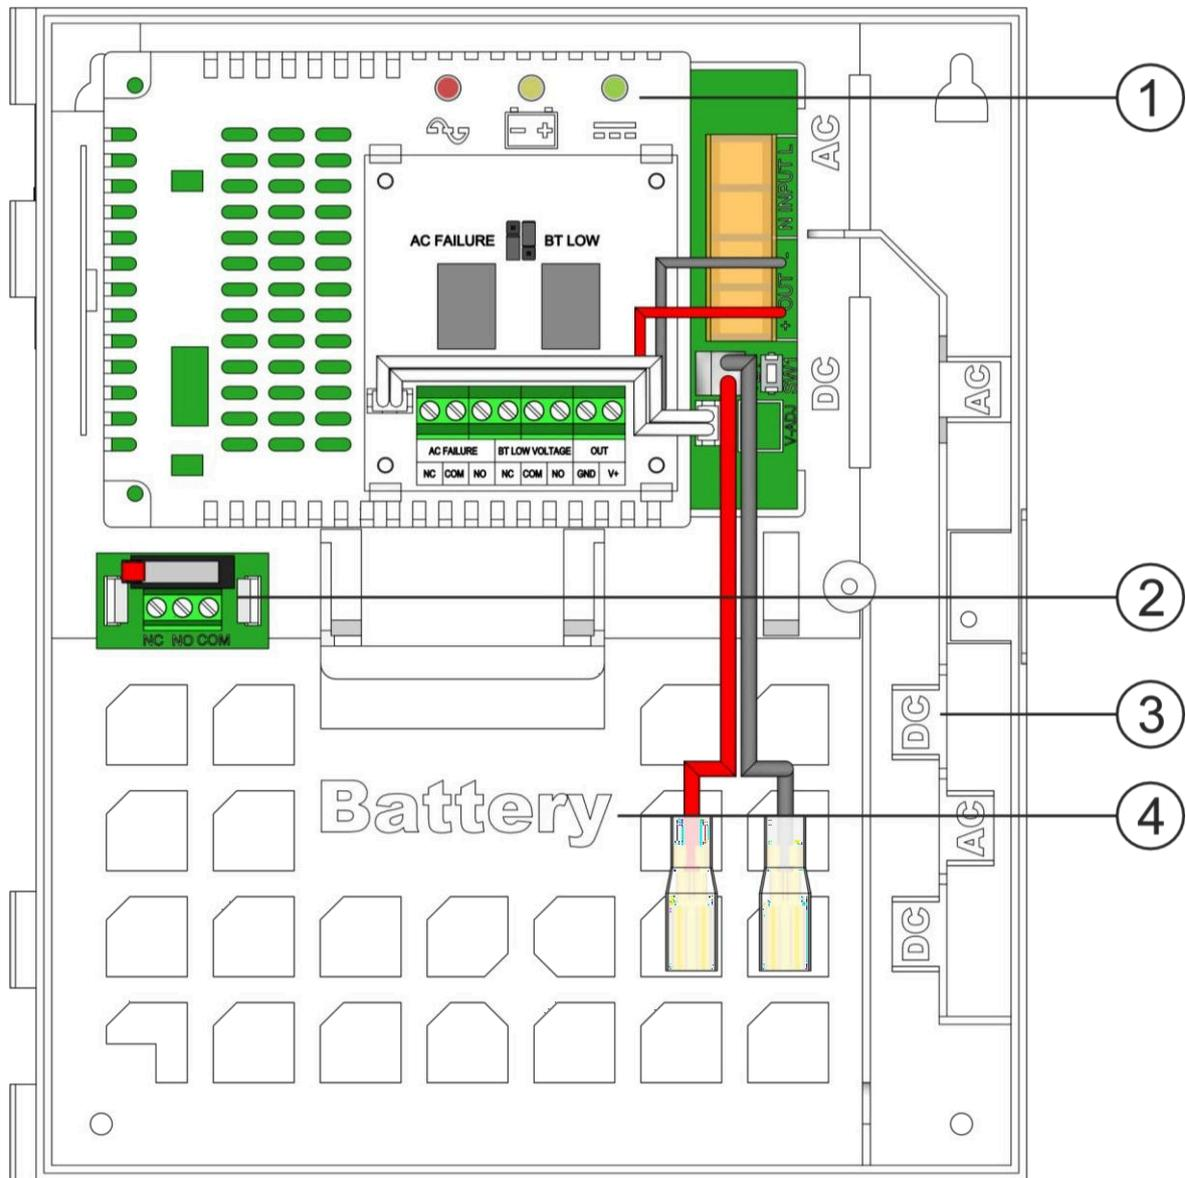

Abb. 3. Ansicht des Netzteils.
Tabelle 2. Ansicht des PSU (siehe Abb. 3).
4. Setzen Sie die Batterie in das Batteriefach des Gehäuses ein (Abb. 3).